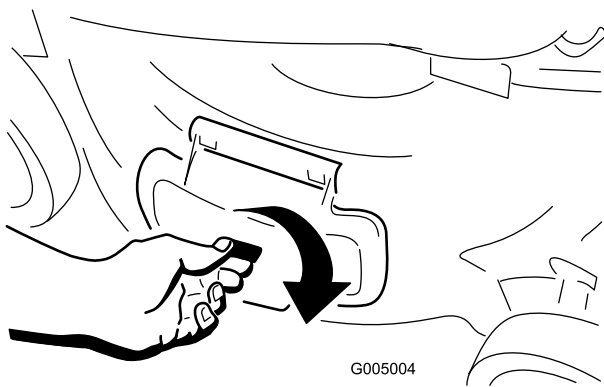

Figura 17
1. Desbloquee la puerta de descarga lateral (Figura 17).